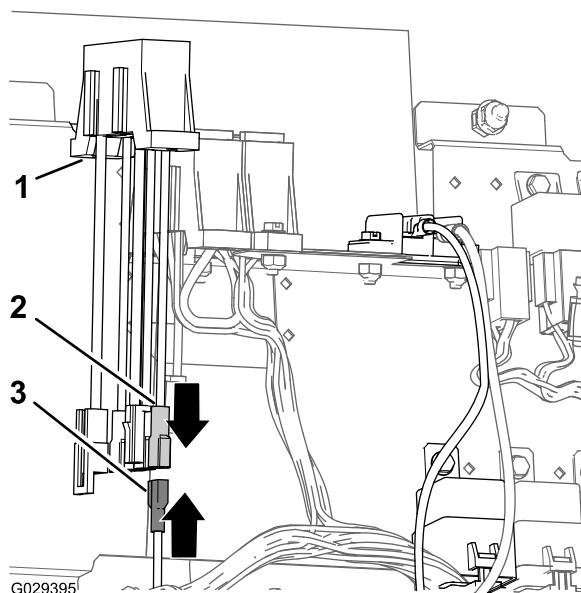

図 21
1. 仕上げキット用ハーネスについているブレード形コネクタを、追加で取り付けた補助ヒューズブロックのソケットに接続する 図 21。